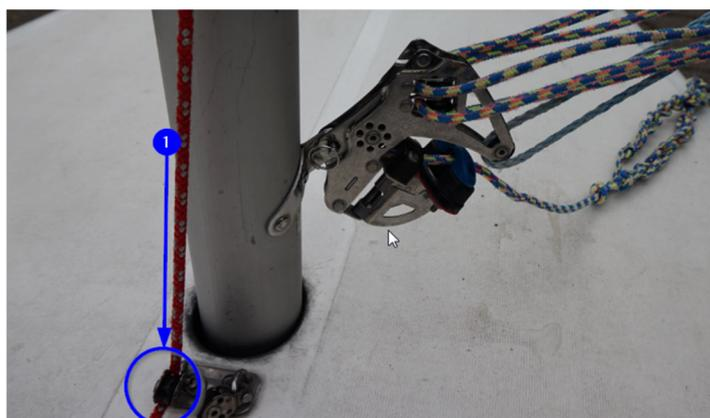

Abb. 22 – Durchführen durch den Umlenkpunkt (Rolle)
1. Den Unterliekstrecker weiter nach unten entlang des Mastes führen und durch die Backbord Rolle / Backbord Holepunkt führen (vgl. **Abb. 22 – Punkt 1**).